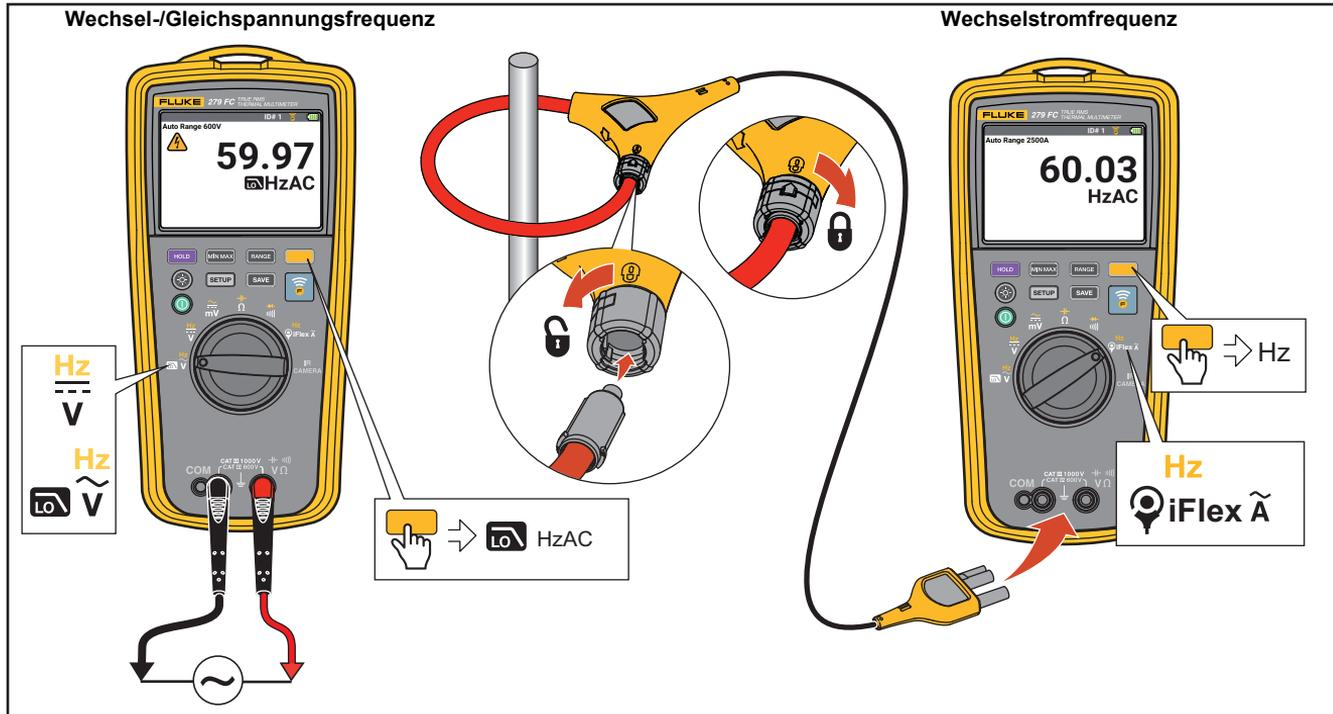

Abbildung 12. Frequenzmessung
- Frequenzmessungen, siehe Abbildung 12
Sicherstellen, dass für die Art der Messung das richtige Zubehör verwendet wird. Siehe Abbildung 12.